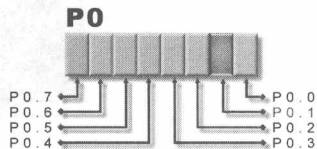

图 1-4 指定 P0 输入/输出端口中的一位
通常存储器的操作是以字节 (B) 为单位的, “可位寻址” 是存取存储器、寄存器或输入/输出端口时, 可指定其中的一位, 例如, 要指定 P0 输入/输出端口中的 bit 1, 则指定为 P0.1 即可, 如图 1-4 所示。